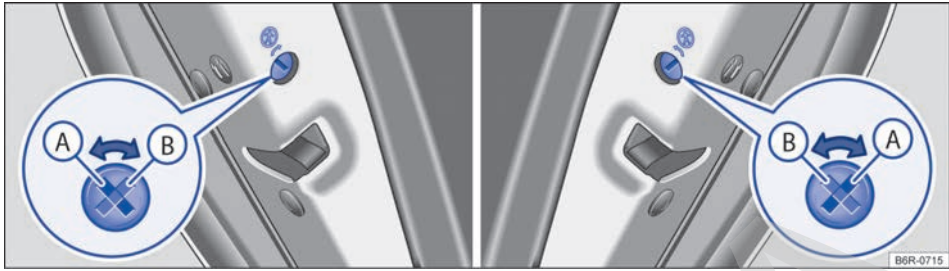

Fig. 58 En las puertas traseras: seguro para niños (A) desactivado, (B) activado.
- Introduzca el paletón de la llave en la ranura del seguro para niños para activar o desactivar ⇒ fig. 58.
Posición de la ranura ⇒ fig. 58: